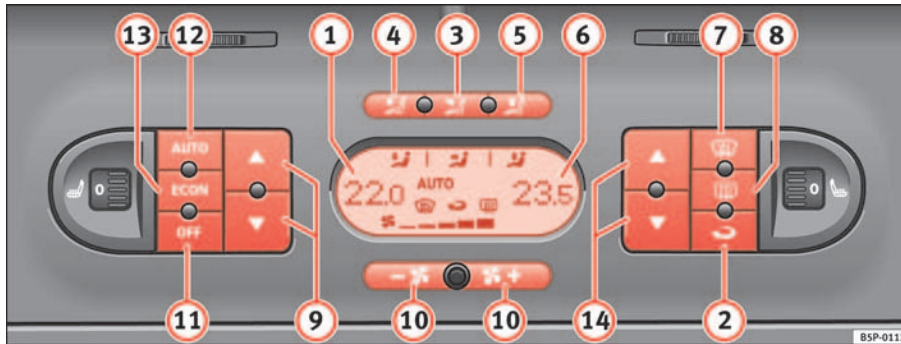

Abb. 125 In der Instrumententafel: Bedienelemente 2C-Climatronic
- Drücken Sie die Tasten der Temperaturregulierung ⇒ Seite 157, Abb. 125 9) oder 14) zur Einstellung der Temperatur auf der linken bzw. rechten Seite.
- Drücken Sie die Taste  ⇒ Seite 157, Abb. 125. Am Display erscheint die Anzeige „AUTO“.